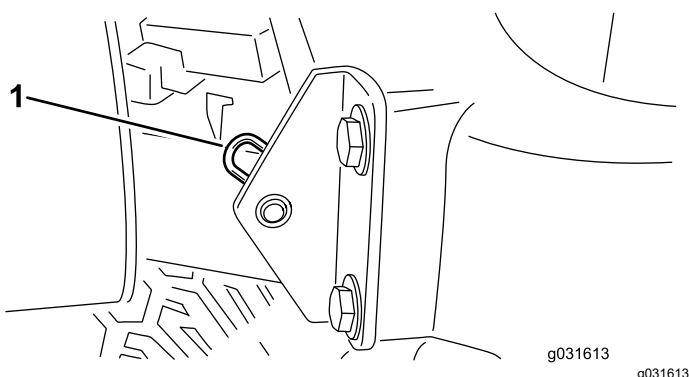

Figure 38
2. Retirez la goupille fendue qui fixe le pivot de capot aux supports (Figure 38).